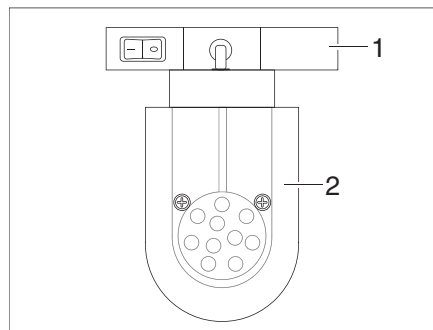

Fig. 131 Foco de LED (ejemplo)
- Sujetar el soporte (Fig. 131,1) y girarlo en 90°.
- Extraer el foco de LED (Fig. 131,2) del sistema de rieles.
- Colocar el foco de LED (Fig. 131,2) en el sistema de rieles en la posición deseada y girarlo en 90°.